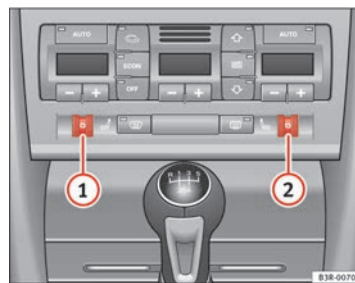

Fig. 144 Dettaglio della plancia portastrumenti: rotelle zigrinate del riscaldamento sedili
Per accendere e regolare il riscaldamento del sedile del conducente o del passeggero girare le rotelle zigrinate ① o ② → fig. 144.